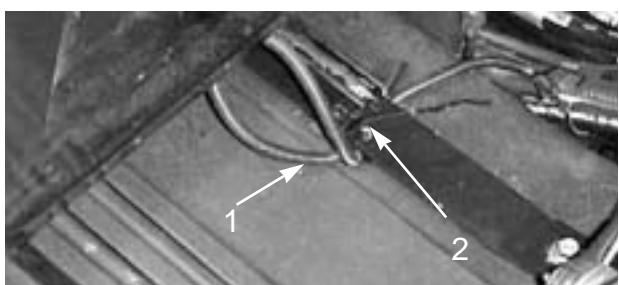

図5
- デラックスシートでは、もう一つのシートスイッチコネクタ (使用しない) を、ストラップの下を通して運転席の下まで戻し、2本のコードをキットに付属しているタイで束ねてストラップの一番後ろの穴に縛りつけておく (図5)。